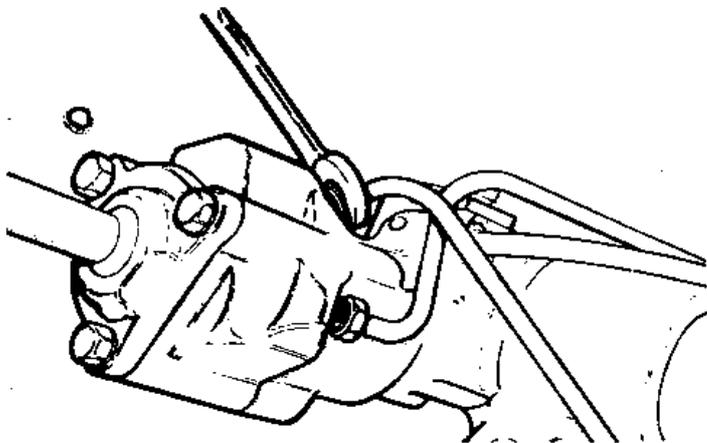

Рис. 11.35. Отсоединение соединительных трубок (Разд.35)
7. Снимите две трубки, соединяющие корпус управляющего клапана с корпусом рейки (Рис.11.35).